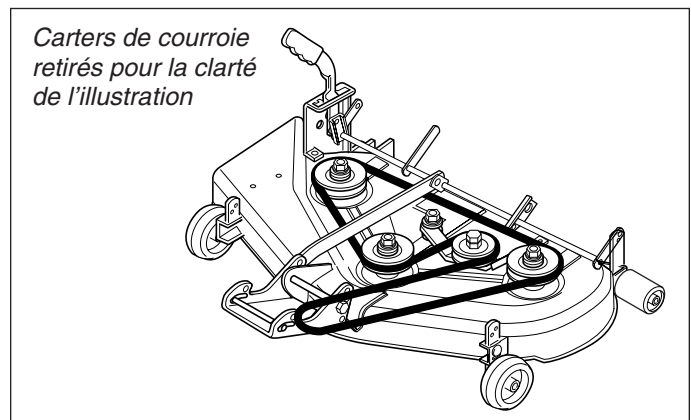

Figure 32. Configuration de la courroie de tondeuse de 112 cm
- Retirer la courroie usée et installer la nouvelle courroie sur les poulies, comme illustré à la figure 32.